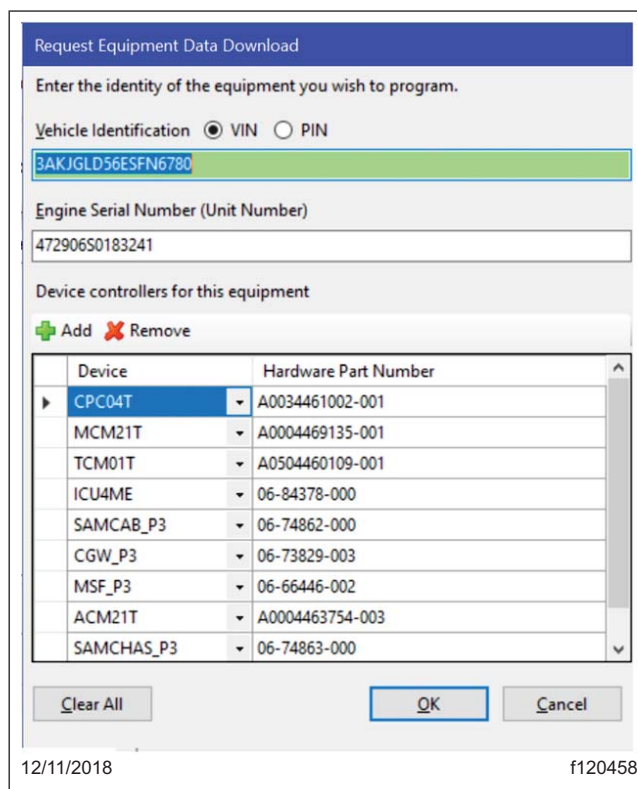

Fig. 7, Vérification du bon matériel et du NIV
8. Assurez-vous que le bon NIV et que le bon matériel sont affichés, puis cliquez sur OK. Reportez-vous à la figure 7.